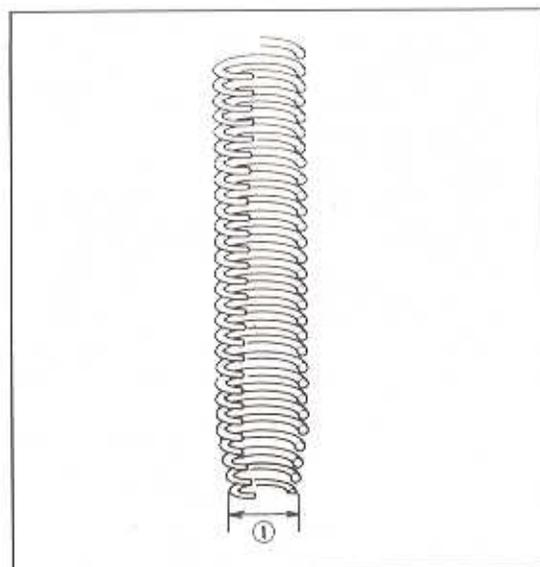

Bild 251
- Die Gabelfeder mit dem enger gewundenen Teil nach unten einlegen (Bild 251).